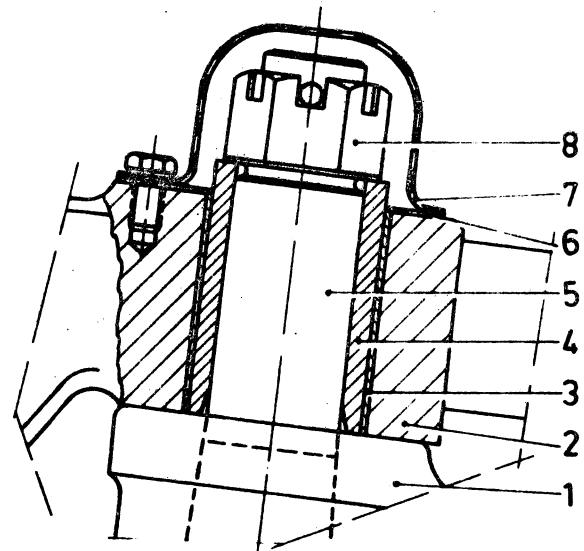

Fig. 8.
6. Monteer de stalen opvulbus met de afgeschuinde kant aan de zijde van de asvuist (fig. 8).
6. Emmancher la bague entretoise, le côté chanfreiné dirigé vers la main de l'essieu (fig. 8).